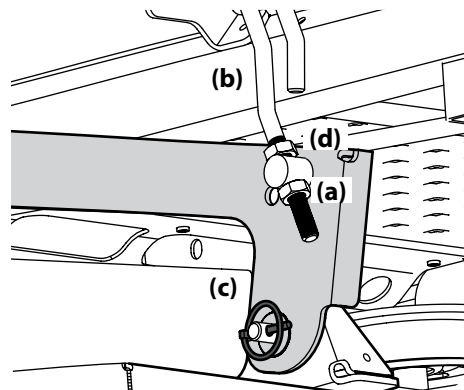

Figura 4-5
3. Afloje la contratuerca inferior (a) del brazo de elevación ajustable (b) que está conectado al brazo de elevación de la plataforma (c) a fin de bajar la plataforma y ajuste la contratuerca superior (d) para sujetar la plataforma en su lugar, afloje la contratuerca superior (d), luego ajuste la contratuerca inferior (a) para elevar la plataforma y sujetarla en su lugar. Vea la Figura 4-5.